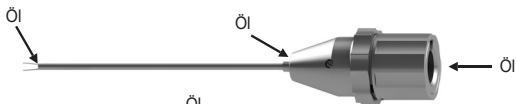

Abb. 6a
- Bringen Sie das Instrumentenöl punktuell auf die zu öhlende Fläche auf (Abb. 6a und 6b).